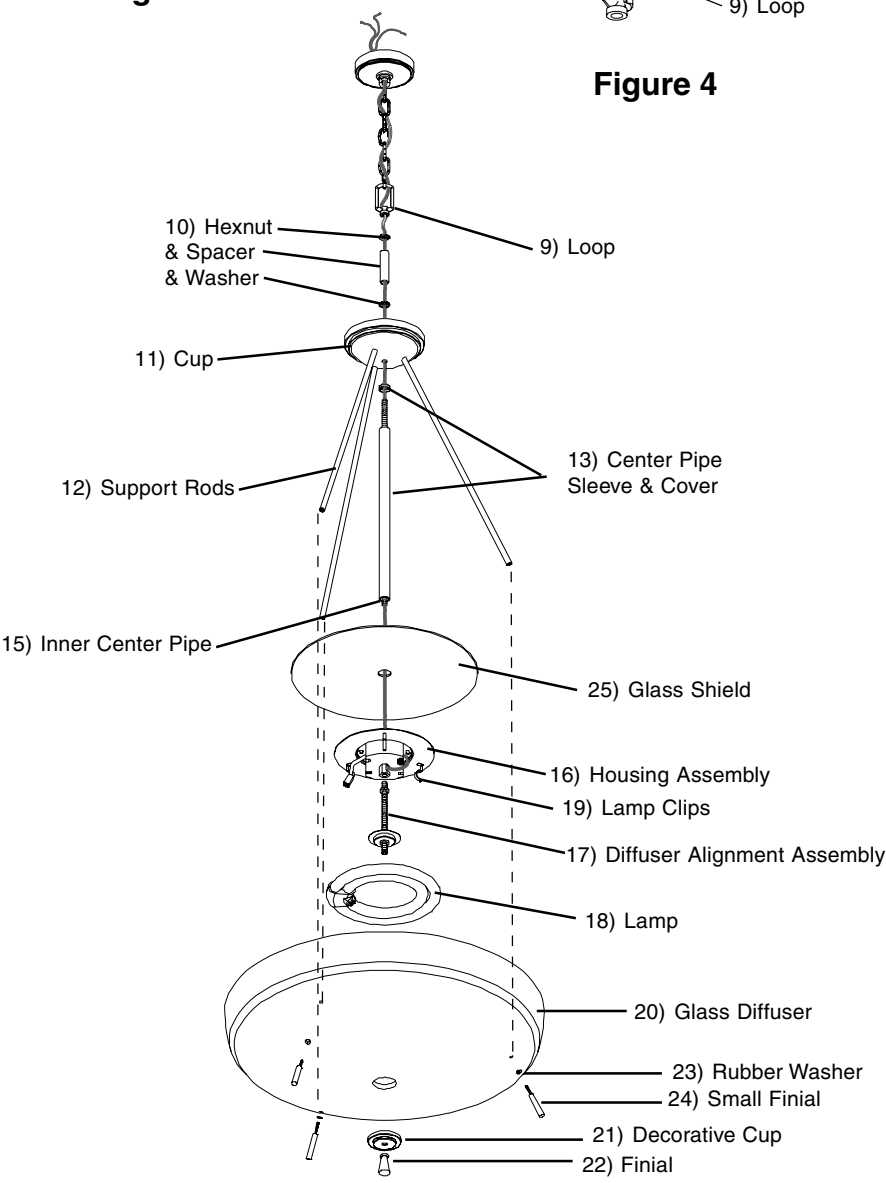

Figure 2
2. Hold fixture wires and fully thread Inner Center Pipe (15) onto Housing Assembly (16) then slide Center Pipe Sleeve (13) over Inner Center Pipe (15). See Fig. 2.
4. Thread fixture wires through center hole of Glass Shield (25), and carefully rest Glass Shield on top of Housing Assembly (16). Thread fixture wires through Center Pipe Cover, Cup with Support Rods (assembled in step 3), through Washer, Spacer, Hexnut (10) and Loop (9). Thread Hexnut onto Inner Center Pipe (15) to secure Cup (11) to Center Pipe assembly. See Fig. 2.
5. Thread Loop (9) onto Inner Center Pipe (15).
6. Thread Diffuser Alignment Assembly (17) into Housing Assembly (16). Set Fixture assembly aside.
2. Sostenga los alambres del luminario y rosque completamente el Tubo Central Interior (15) al Ensamblaje de la Carcasa (16) entonces deslice el Manguito del Tubo Central (13) sobre el Tubo Central Interior (15). Vea Fig. 2.
4. Meta los alambres del luminario a través del agujero central del Protector de Cristal (25), y con mucho cuidado descanse el Protector de Cristal encima del Ensamblaje de la Carcasa (16). Meta los alambres del luminario a través de la Cubierta del Tubo Central, la Copa con las Varillas de Soporte (ensambladas en el paso 3), a través de la Arandela, el Espaciador, Tuerca Hexagonal (10) y el Lazo (9). Rosque la Tuerca Hexagonal al Tubo Central Interior (15) para asegurar la Copa (11) al ensamblaje del Tubo Central. Vea Fig. 2.
5. Rosque el Lazo (9) al Tubo Central Interior (15).
6. Rosque el Ensamblaje de Alineación del Difusor (17) dentro del Ensamblaje de la Carcasa (16). Ponga a un lado el ensamblaje del Luminario.
15. Levante el Espaciador de Sobrecielo (6) arriba hasta el techo y totalmente rosque la Tuerca del Espaciador de Sobrecielo (5) al Lazo del Espaciador de Sobrecielo (5).
16. Inserte la Lámpara: Con las horquillas de energía en la lámpara (18) boca abajo, enchufe el conector de energía del balastro en el receptáculo de energía de la lámpara. Coloque la Lámpara sobre las dos grapas de la lámpara (19) y empuje suavemente la lámpara sobre la tercera grapa mientras este levemente tirando hacia atrás la grapa. Vea Fig. 2 y 3.
18. Instalación del Difusor: Quite los Finials Pequeños (24) y las Arandelas de Caucho (23) del extremo de las Varillas de Soporte (12). Levante el Difusor de Cristal (20) hacia arriba y alinee con el Ensamblaje de Alineación del Difusor (17). Asegure el Difusor de Cristal con la Copa Decorativa (21) y Finial (22). Alinee las Varillas de Soporte (12) con agujeros en el Difusor y asegure cada uno con una Arandela de Caucho (23) y un Pequeño Finial (24).